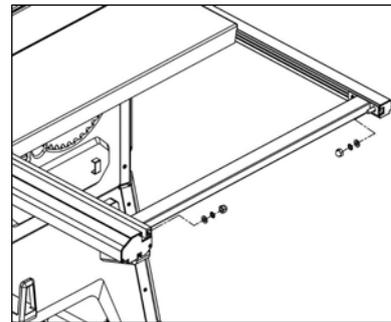

Рисунок 21.
- Прикрепите планку (рис. 21) к дальнему правому краю направляющих, перемещая болты М8×16 в Т-образных пазах. Закрепите болты в этом положении при помощи плоских шайб, пружинных шайб и гаек.